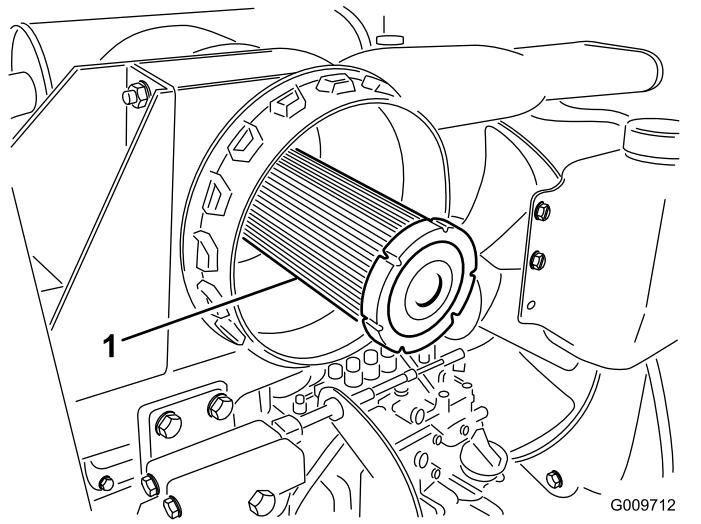

Bild 77
**Wichtig:** Versuchen Sie nie, den Sicherheitsfilter zu reinigen (Bild 77). Tauschen Sie den Sicherheitsfilter bei jeder dritten Wartung des Hauptluftfilters aus.